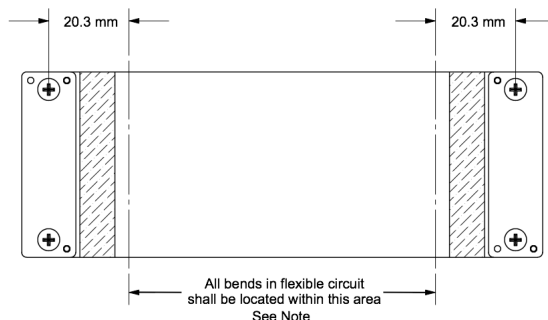

図 1-7. フレックス ケーブルの図
- ケーブルを、図 1-7 に記載されている部分の外側 (コネクタ プレートの中央から 20.3mm 以内の部分) で曲げる。